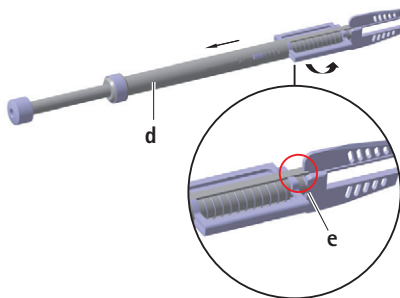

Fig. 3
- Haka i spåret **e** i buren **d** i mejselstaget, se Fig. 3.